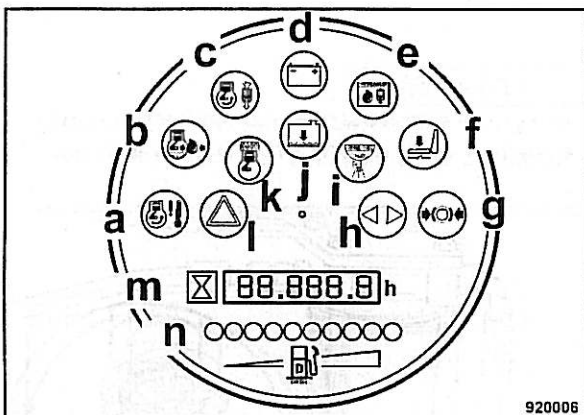

Fig. 71
- Comprobar el nivel de combustible con el encendido conectado por la indicación de combustible „n“ (Fig. 71).